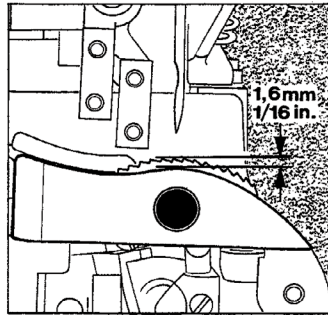
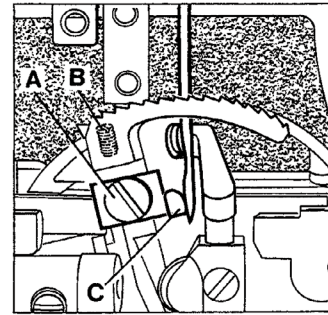

Fig.9
Fig.10
The lower feed dog is set correctly when its teeth rise slightly more than the depth of a full tooth (approx. 1.6 mm (1/16") above the throat plate (see Fig. 9). To raise or lower the feed dog loosen screw (A, Fig. 10) and set the feed dog to the specified height. Retighten screw (A). Now reset stop screw (B) in feed dog to maintain the adjusted feed dog height.
Set the needle guard (C, Fig. 10) so that it just touches the needle when it is at its most forward point of travel. To move guard forward or backward loosen screw (A) and move needle guard as required. Retighten screw.
Der untere Transporteur ist richtig eingestellt, wenn die Transporteurzähne die Stichplatte etwas mehr als eine volle Zahnhöhe (ca. 1,6 mm) überragen (siehe Fig. 9).
Zum Höher- oder Tieferstellen des Transporteurs lösen Sie die Schraube (A, Fig. 10) und stellen den Transporteur auf die vorgeschriebene Höhe. Ziehen Sie die Schraube (A) wieder an. Nun stellen Sie die Anschlagsschraube (B) im Transporteur so, daß die eingestellte Transporteurhöhe erhalten bleibt.
Stellen Sie den Nadelanschlag (C, Fig. 10) so, daß er die Nadel gerade leicht berührt, wenn er am vordersten Punkt seiner Bewegung steht. Zum Verstellen des Anschlags nach vorne oder hinten lösen Sie die Schraube (A) und stellen den Anschlag entsprechend ein. Ziehen Sie die Schraube wieder an.